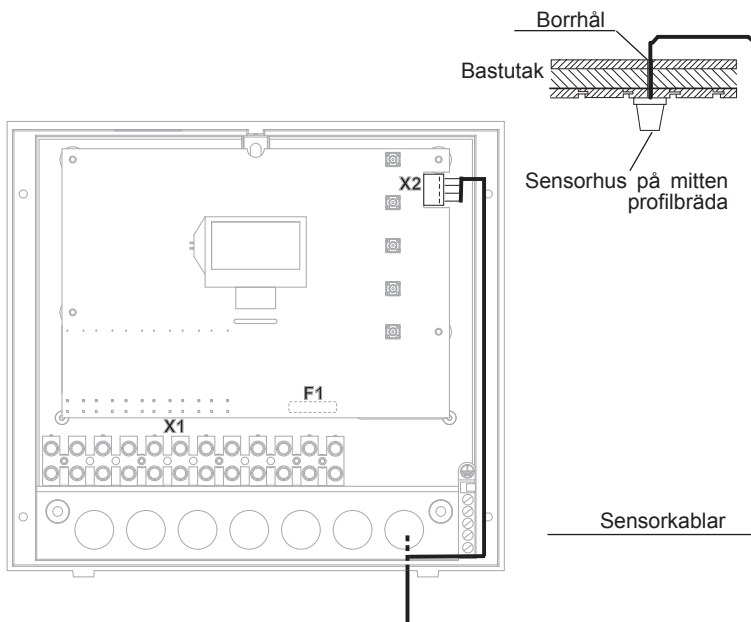

Bild 11
5. Led sensorkablarna till styrenheten och led in dem genom den högra kabelgenomföringen in i enheten. Placera sensorledningarna i styrenheten enligt bild 11. Anslut sensorkablarna enligt bild 12. Man tar då av kontakt **X2** från kortet och sätter i den igen efter anslutningen.